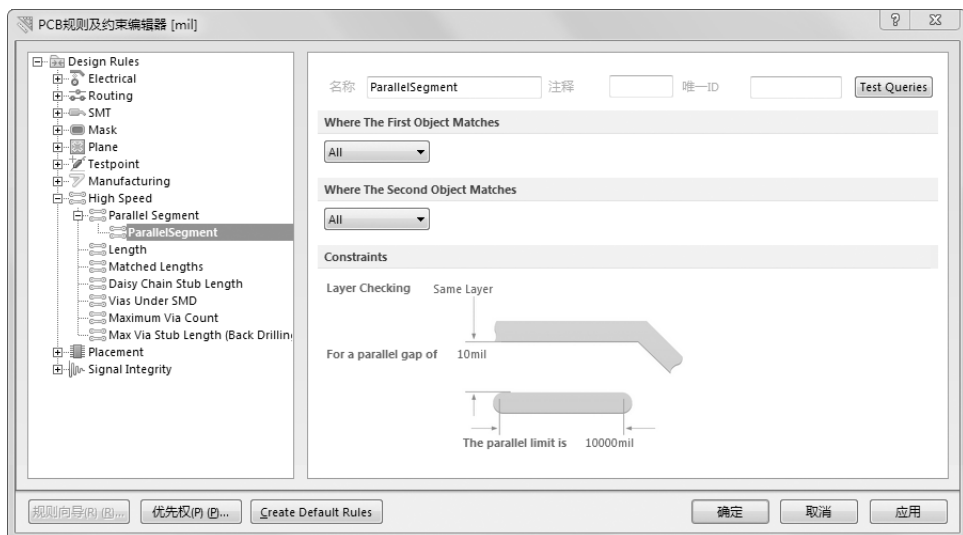

图 9-28 “Parallel Segment”规则的设置对话框
(1) “Parallel Segment”（平行导线段间距限制规则）：用于设置平行走线间距限制规则，如图 9-28 所示为该规则的设置对话框。在 PCB 的高速设计中，为了保证信号传输正确，需要采用差分线对来传输信号，其与单根线传输信号相比可以得到更好的效果。在该对话框中可以设置差分线对的各项参数，包括差分线对的层、间距和长度等。